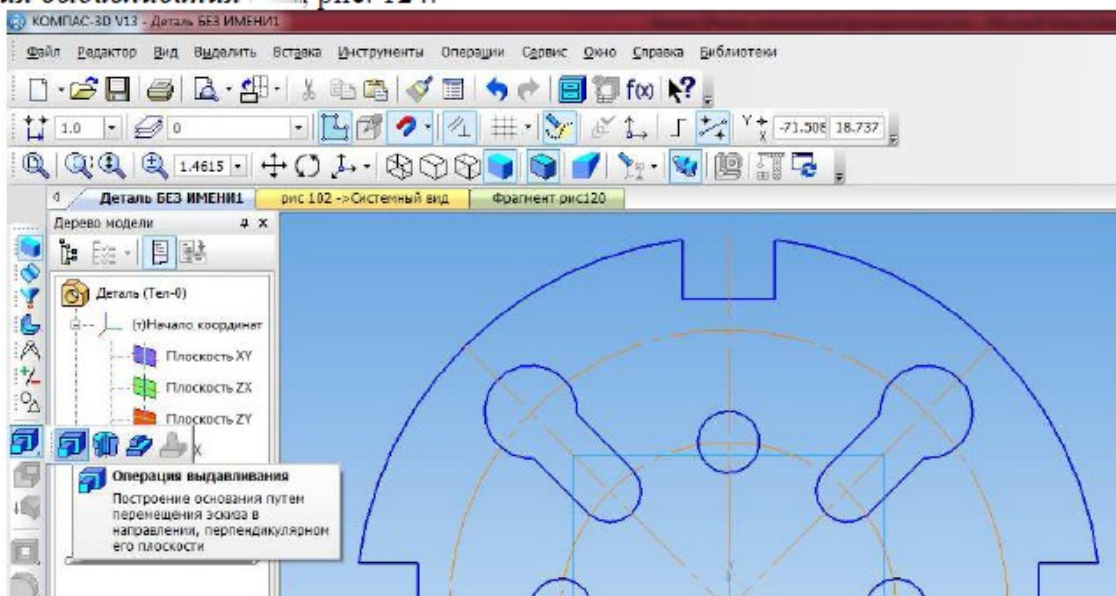

Рисунок 124 – Операция выдавливания
*Операция выдавливания* , рис. 124.